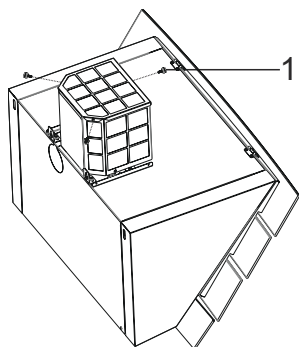

Fig. 7
- Fjern de 3 skruer med plastikhoveder for at afmontere toppladen på kulfilterkabinettet (Fig. 7).